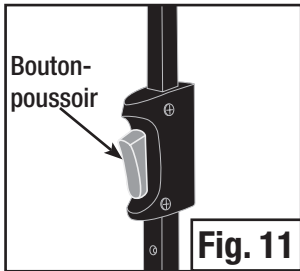

Fig. 11
- Abaissez l'armature un poteau à la fois en appuyant sur les boutons-poussoir situés sur la partie du bas des poteaux. (Fig. 11)